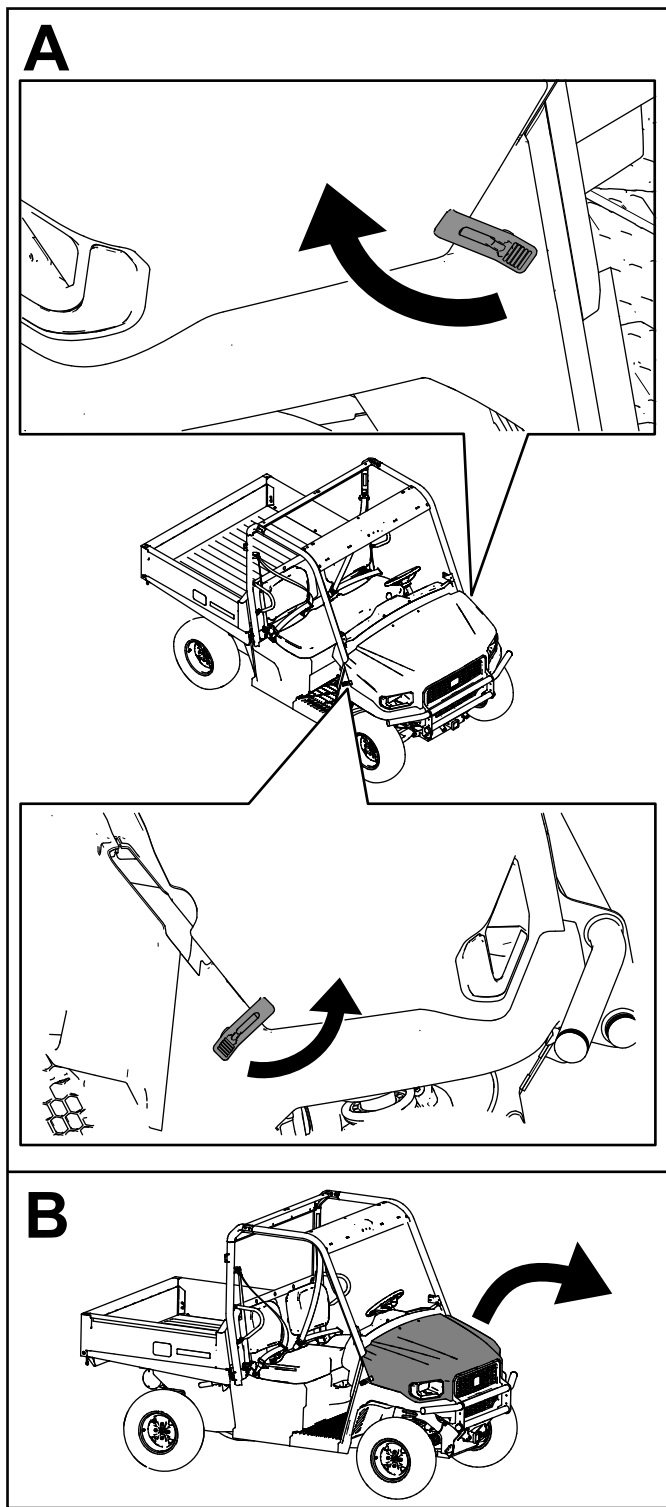

Figura 91
2. Sujete el capó alineando los enganches de goma con los anclajes situados en cada lado del capó (Figura 91).